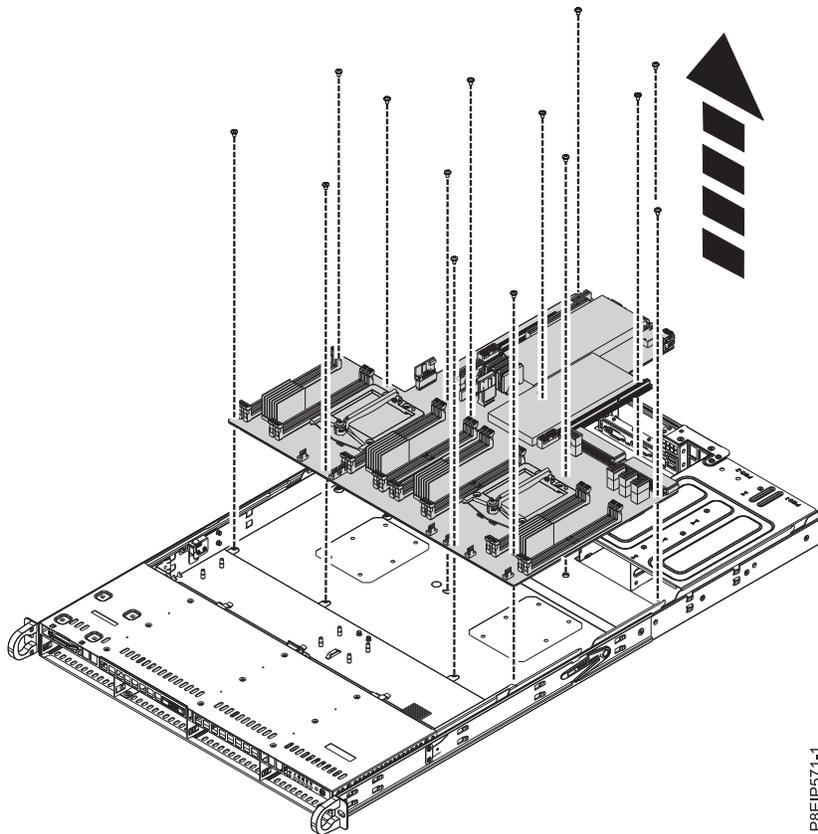

図 63. システム・バックプレーンを持ち上げて外す
9. 前面のケーブルを邪魔にならない位置に移動し、プロセッサ・ヒート・シンクを慎重に保持しながら、システム・バックプレーンを少し前方に移動し、持ち上げて外します。57ページの図63を参照してください。